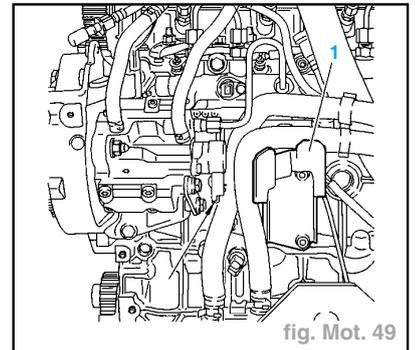

fig. Mot. 49
- Déposer le support (1) du filtre à carburant (fig. Mot. 49).